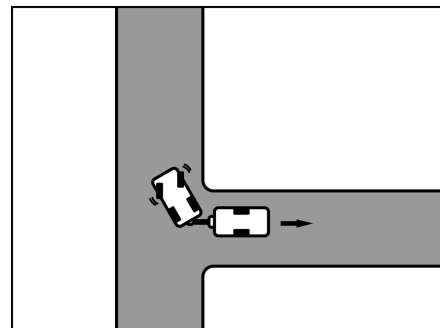

Fig. 12 Braquer à droite
- Braquer à droite et avancer prudemment en marche arrière (Fig. 12).